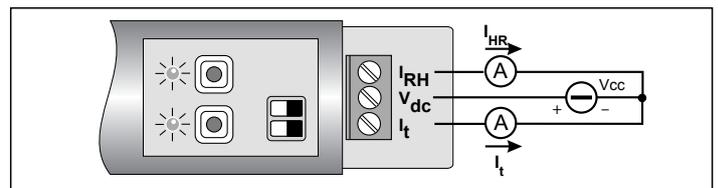
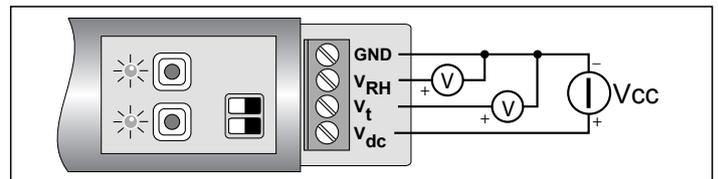

Fig. 5
Fig. 6
2. Conectar los hilos para alimentar el instrumento como se refleja en los esquemas de conexión de la fig.5 (HD9008TR) y fig.6 (HD9009TR).